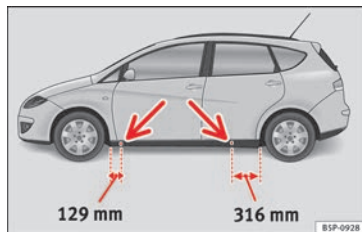

Fig. 158 Punti di appoggio per il cric.
- Applicare il cric al longherone inferiore del veicolo nel punto di appoggio più vicino alla ruota da sostituire » fig. 158.
Sul montante inferiore sono segnati i punti a cui applicare il cric » fig. 158. Per ogni ruota esiste un unico punto di sollevamento. Non collocare il cric in altri punti.